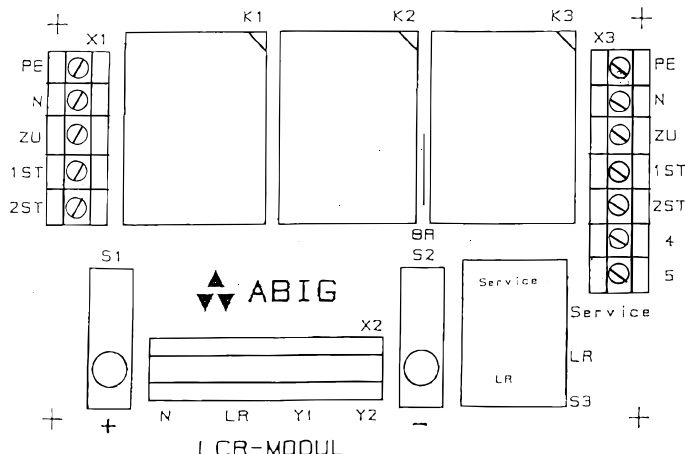

Abb. 28
1. Betriebswahlschalter auf dem LCR-Modul Abb. 28 in Stellung Service bringen.